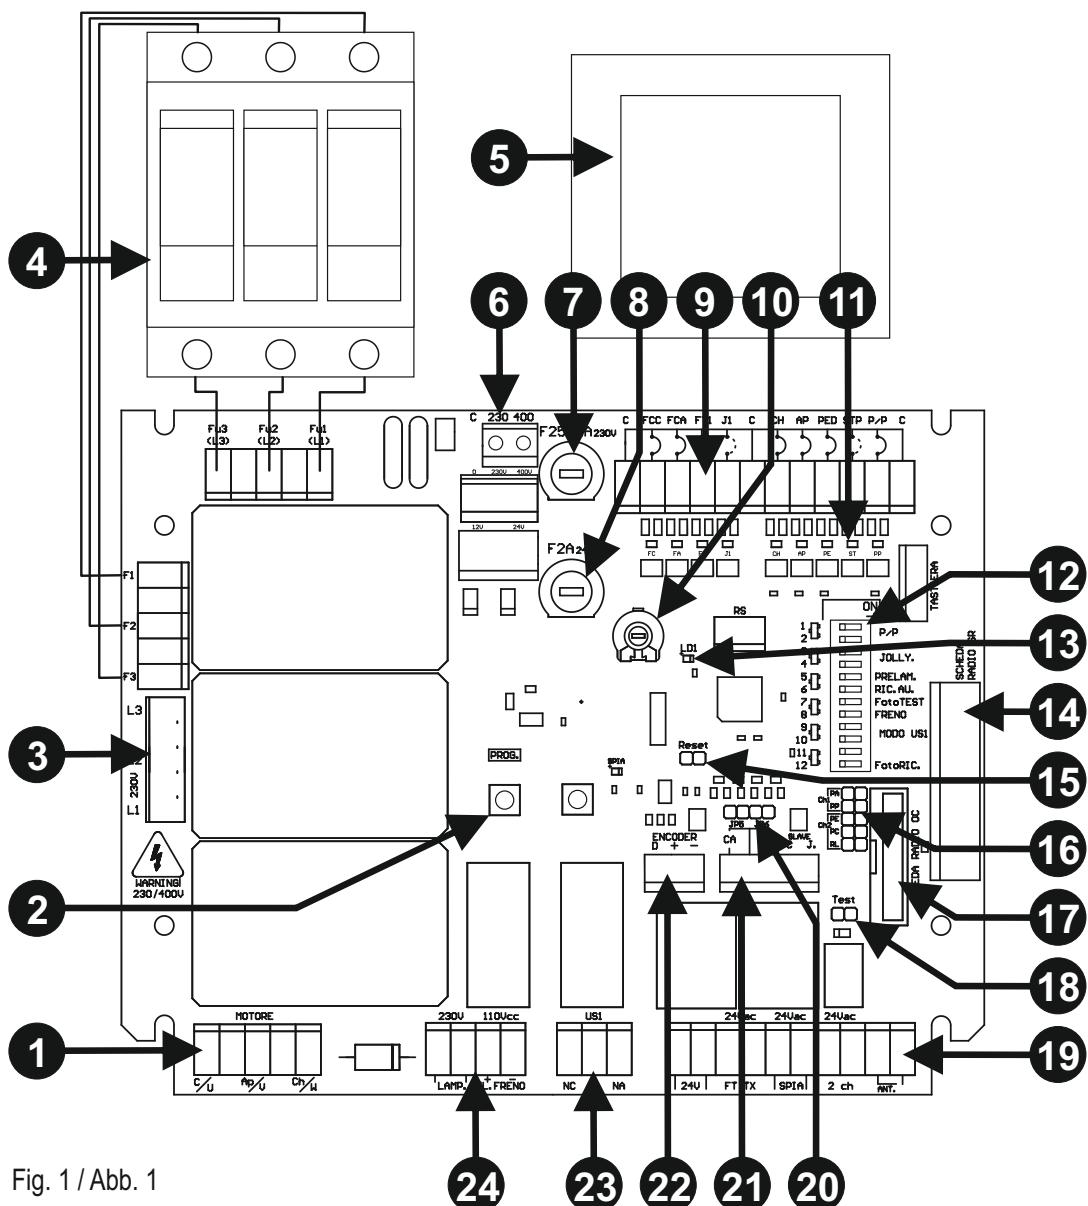

Fig. 1 / Abb. 1
- **Con il foto test abilitato e la centralina in stand by i trasmettitori delle fotocellule non sono alimentati e l'ingresso FT1 è aperto (led spento). In questa condizione possiamo verificare ugualmente il funzionamento delle fotocellule cortocircuitando il jumper Test (part.18 di Fig 1).**
UTILIZZO CON RICEVENTI RADIO MOD. OC2 (Optional part. 17 di fig. 1)